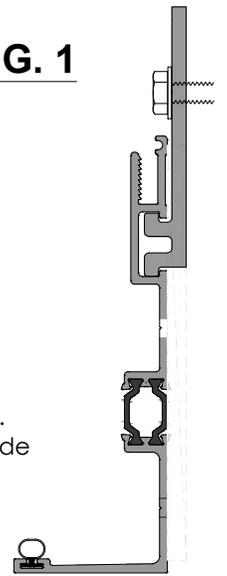

FIG. 2
- Placer sous le récepteur et ancre P2918-0R pour un positionnement de niveau et à la bonne hauteur. **Voir Fig. 2.**